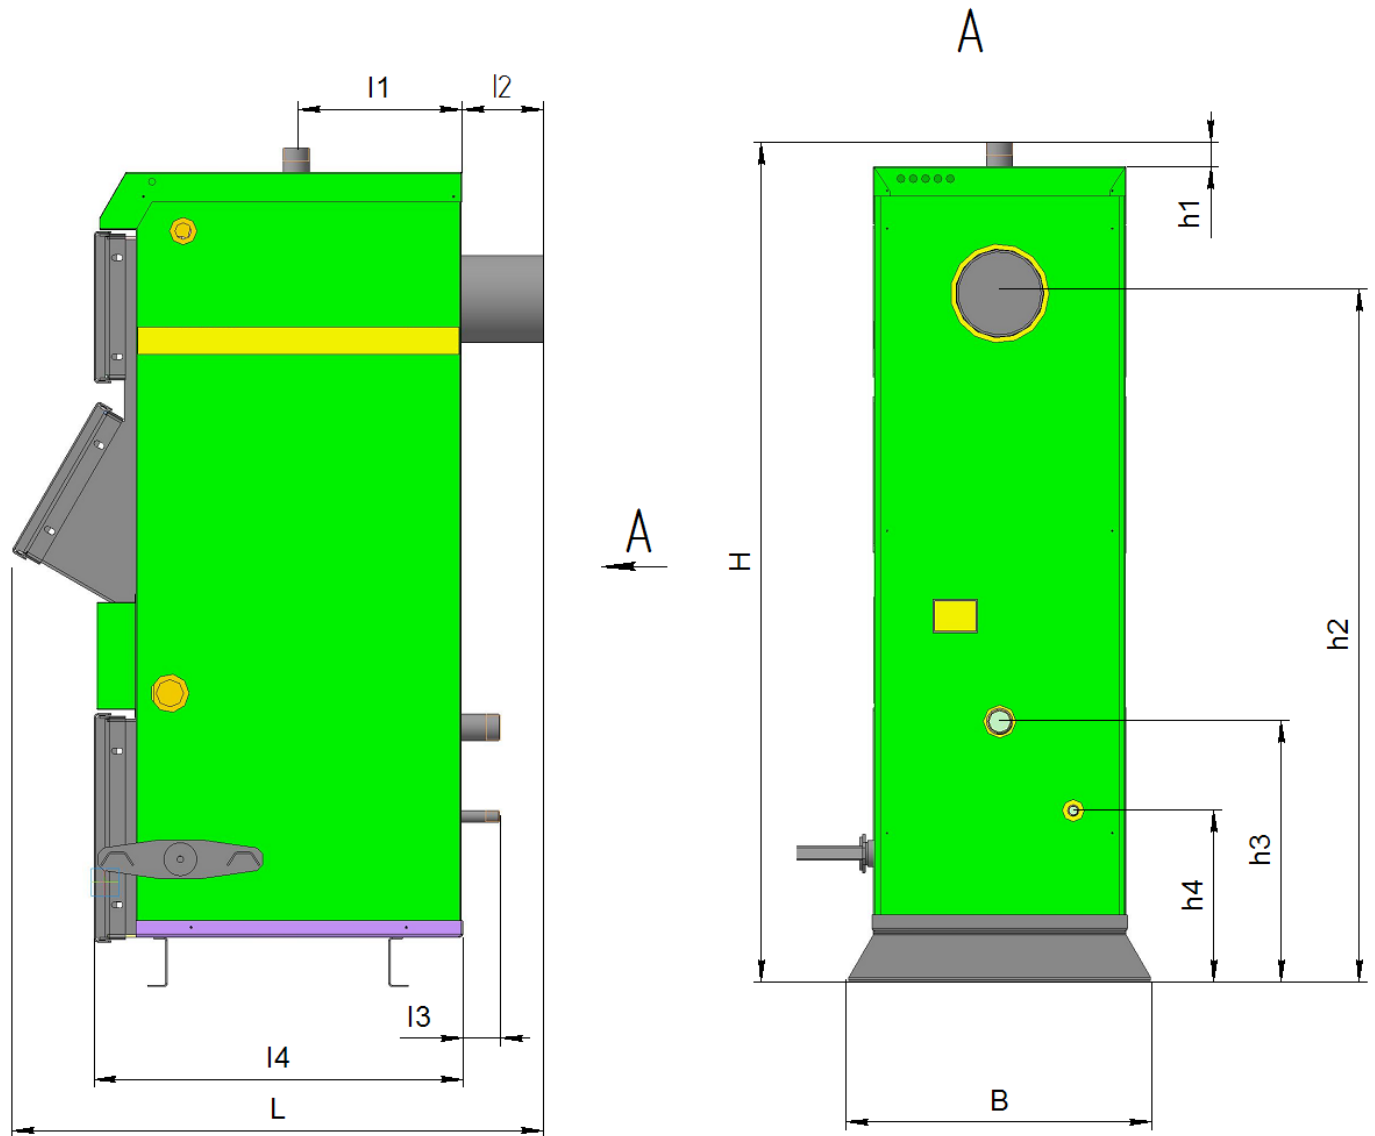

Рисунок 1 - Габаритные и присоединительные размеры Котлов моделей LC12-32
Габаритные и присоединительные размеры Котла (см. рис.1), мм:
Котел (рис.1) представляет собой стальной сварной теплоизолированный каркас, обшитый снаружи съемной декоративной облицовкой, все вместе образующие собой корпус, и устанавливаемый на собственных опорах (16). Внутреннее пространство имеет сложную конфигурацию, включает в своем составе трубчатый теплообменник (14), предназначенный для циркулирования теплоносителя (воды), листовые детали, образующие вместе со стенками каркаса камеру сжигания, воздухоподводящие каналы (на рисунке не показаны), систему дымоудаления из Котла (9). Внутри каркаса в нижней части расположены устройства: колосниковая решетка для размещения топлива (15), зольный ящик (5) для сбора и удаления золы, а также механизм очистки колосников от сажи (6). В нерабочем состоянии механизм (6) располагается в зольном ящике (5). Колосниковая решетка выполнена из труб гидравлического контура Котла и является неотъемлемой частью теплообменника (15). Снаружи Котел имеет дверцы для обслуживания Котла (11,12,13), патрубки для подсоединения к трубопроводам водяного контура системы отопления (1,2), патрубок для опорожнения теплообменника (3), штуцер для установки тягорегулятора (17), штуцер для установки термодатчика (19), а также педаль (7) для управления механизмом очистки колосников от сажи (6). По желанию заказчика педаль (7) может быть заменена на рычаг (на рисунке не показан).